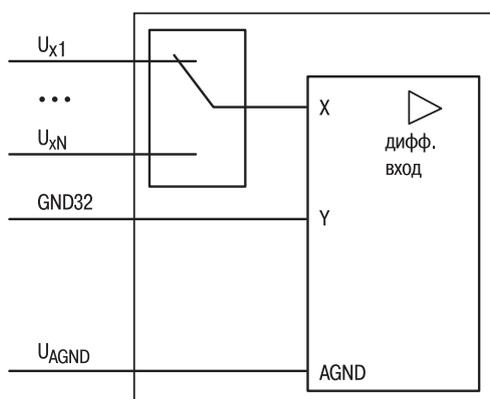

Рис. 4. Вход псевдодифференциальный
*Псевдодифференциальный вход с ДКК* (рис. 4) схематически получен из дифференциального путём подключения динамического коммутатора к одной из фаз дифференциального входа. Полученная коммутация позволяет собирать данные с  $N$  каналов. Такое решение традиционно применяется в 16-канальных АЦП с мультиплексированием кана-